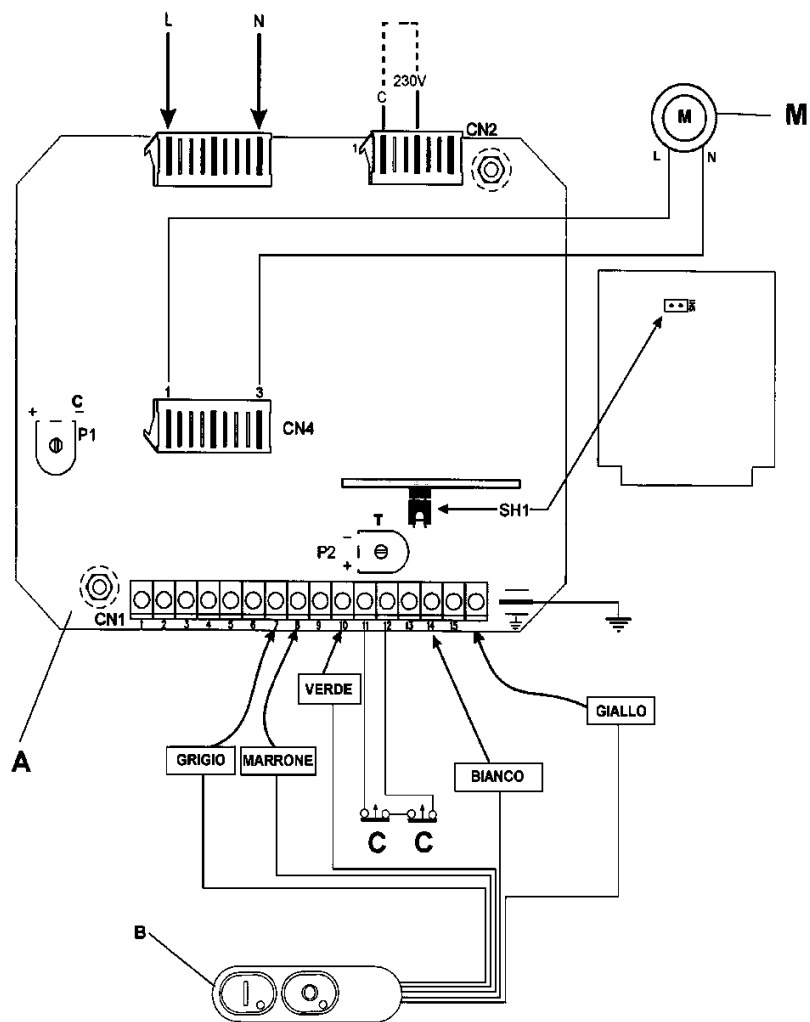

Fig.2.6.2
2.6.2 Esquema eléctrico monofásico a 230V (Fig. 2.6.2)